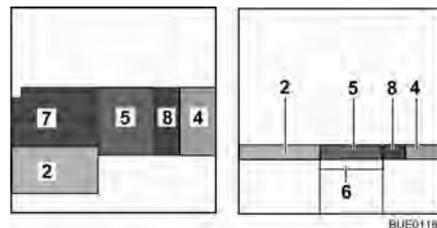

Fig. 116 Après la transformation
- Faire ressortir la rallonge du coffre de banquette (Fig. 116,6).
- Placer le coussin d'assise (Fig. 116,5) au centre.
- Placer le coussin de dossier (Fig. 116,4) entre le coussin d'assise et la cloison.
- Placer le coussin supplémentaire (Fig. 116,8) entre le coussin d'assise et le coussin de dossier.